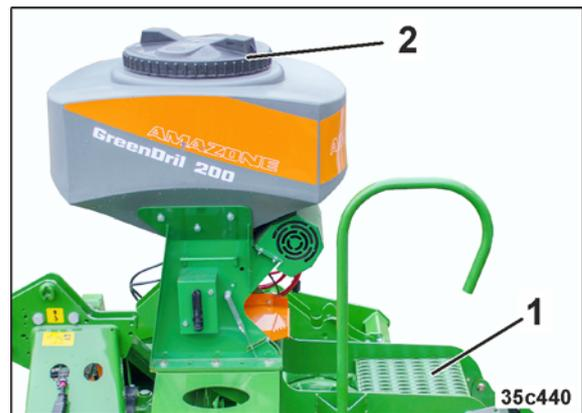

Fig. 140
3. Zum Befüllen und Einstellen der GreenDrill benutzen Sie den vorhandenen Ladesteg (Fig. 140/1).
4. Der Saatgutbehälter-Deckel besitzt einen Schraubverschluss (Fig. 140/2).